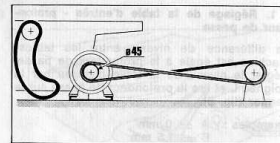

Figure 6
- lorsqu'on veut se servir de la poulie-moteur Ø 45 mm, enlever la courroie de la poulie-moteur, en la laissant toutefois sur la poulie-machine (fig. 6)